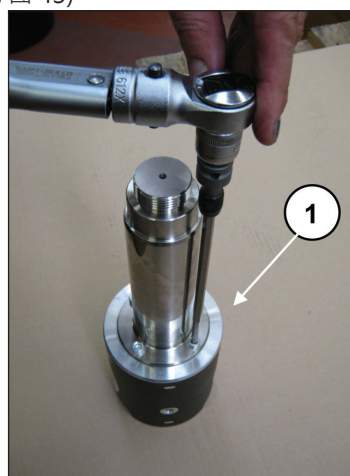

图 43
要将杆与柱塞导承分开，必须拧松圆柱头螺栓M6，可使用专用扳手(①, 图 43)。